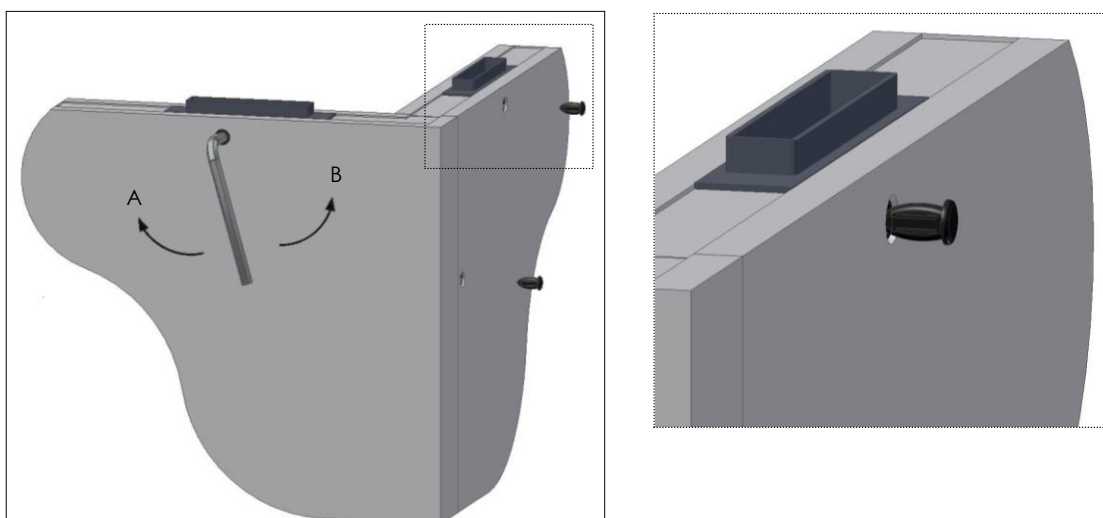

Abb. 11
- Drehen Sie den Werkzeugschlüssel im Uhrzeigersinn bis zum Anschlag (Abb. 11 – Position **A**);
- Drehen Sie den Werkzeugschlüssel in die Gegenrichtung bis es sich verbindet. (Abb. 11 – Position **B**)
- Nachdem Sie die Schrauben geschraubt haben, stellen Sie die Kunststoffstopfen auf dem Loch (Abb.11).